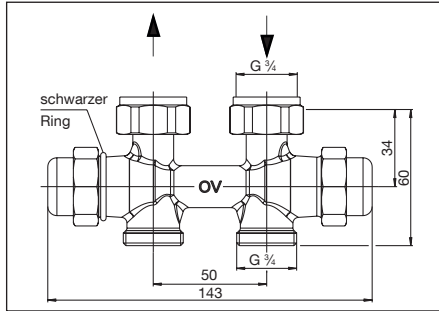
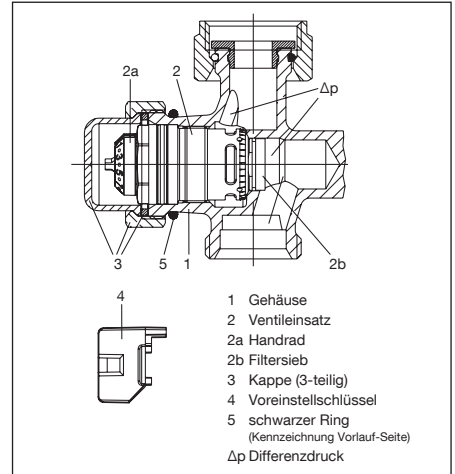
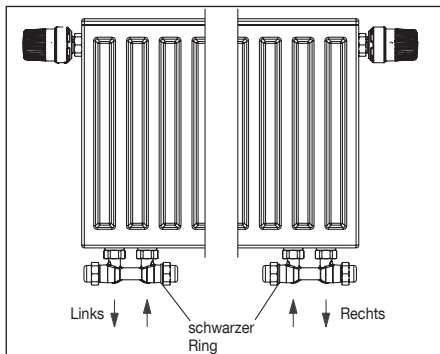

Abb. 3 Durchgang
Abb. 5 Aufbau Durchflussregler
Abb. 6 Zuordnung der Ausführung links / rechts
Der maximale Volumenstrom kann durch Voreinstellung mit dem Voreinstellschlüssel (Pos. 4, Abb. 5) eingestellt werden (siehe Punkt 6.2.1).
Mit angeschlossenem Messgerät wird der anstehende Differenzdruck am Ventilgehäuse gemessen. Hierzu muss zunächst die Kappe (Pos. 3, Abb. 5) abgeschraubt werden, dann der Ventileinsatz (Pos. 2, Abb. 5) mittels „Demo-Bloc“ herausgeschraubt und anschließend der Differenzdruck mit der Differenzdruckmessspindel gemessen werden. Sobald der gemessene Differenzdruck gleich oder größer als der Differenzdruck Δp_{min} (siehe 4.1) ist, steht ausreichend Differenzdruck für die automatische Durchflussregelung der Armatur zur Verfügung.
Die Verschraubung „Multiflex FQ“ muss in der vorgegebenen Durchflussrichtung durchströmt werden (siehe Abb. 3, 4 und 6). Die Position des Vor- und Rücklaufanschlusses ist unbedingt einzuhalten. Der Vorlauf muss an der Armatureseite des Durchflussreglers, gekennzeichnet durch einen schwarzen Ring (Pos. 5, Abb. 5), angeschlossen werden. Bei der Eckform sind die Ausführungen links bzw. rechts erhältlich (Zuordnung s. Abb. 6).
2. Ventileinsatz „QA“ (Pos. 2, Abb. 5) und Absperr-einsatz „Combi LR“ auf der Gegenseite mit Schlüssel SW 19 aus dem Gehäuse heraus-schrauben.
4. Den schwarzen Ring (Pos. 5, Abb. 5) zur Kenn-zeichnung des Vorlaufanschlusses demontieren und auf der Gegenseite („QA“-Ventileinsatz) an-bringen.
Bei der Montage der Rohrleitungen auf parallele und spannungsfreie Zuführung achten. Die Position des Vor- und Rücklaufanschlusses ist unbedingt einzuhalten, da die Verschraubung in der vorgegebenen Durch-flussrichtung durchströmt werden muss. Die Seite der Armatur, an die die Vorlaufleitung angeschlossen werden muss ist durch einen schwarzen Ring gekenn-zeichnet (Pos. 5, Abb. 5).
Zunächst die Kappe der Vorlaufseite (Kennzeichnung schwarzer Ring, Pos. 5, Abb. 5) entfernen.
Die Voreinstellung entsprechend dem gewünschten Wert mit dem Voreinstellschlüssel (Pos. 4, Abb. 5) einstellen. Die Einstellung kann nur mit dem beiliegenden Voreinstellschlüssel durch Aufsetzen auf das Handrad (Pos. 2a, Abb. 5) erfolgen. Dies schützt vor einer Manipulation durch Unbefugte.
1. Kappe der Vorlaufseite (Kennzeichnung schwarzer Ring, Pos. 5, Abb. 5) entfernen.
Funktionsstörungen können durch ein verschmutztes Filtersieb (Pos. 2b, Abb. 5) hervorgerufen werden (z. B. Heizkörper wird nicht mehr ausreichend warm).
Der Ventileinsatz (Pos. 2, Abb. 5) ist ohne Entleeren der Anlage mittels „Demo-Bloc“ aus dem Gehäuse (Pos.1, Abb. 5) zu schrauben. Anschließend ist das Filtersieb (Pos. 2b, Abb. 5) zu reinigen bzw. auszutauschen oder der Ventileinsatz ist auszutauschen.